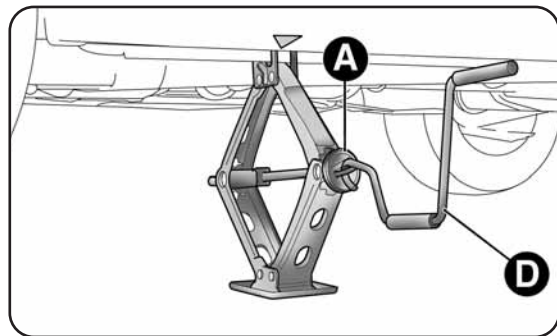
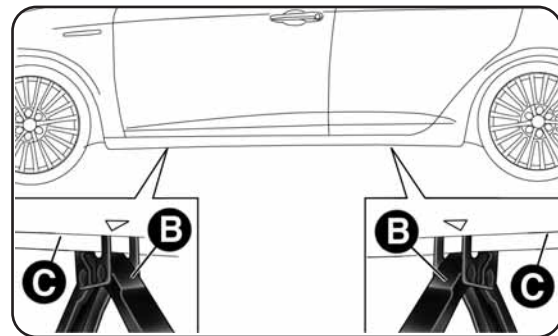

fig. 116
fig. 117
- actionner le dispositif A-fig. 116 pour déployer le cric, jusqu'à ce que la partie supérieure B-fig. 117 soit bien insérée dans le dispositif C ;
- introduire la manivelle D - fig. 116 dans le siège sur le dispositif A, actionner le cric et soulever la voiture jusqu'à ce que la roue se soulève de quelques centimètres du sol, puis enlever la roue endommagée ;
- actionner la manivelle D-fig. 116 du cric pour remettre la voiture au sol. Extraire ensuite le cric ;